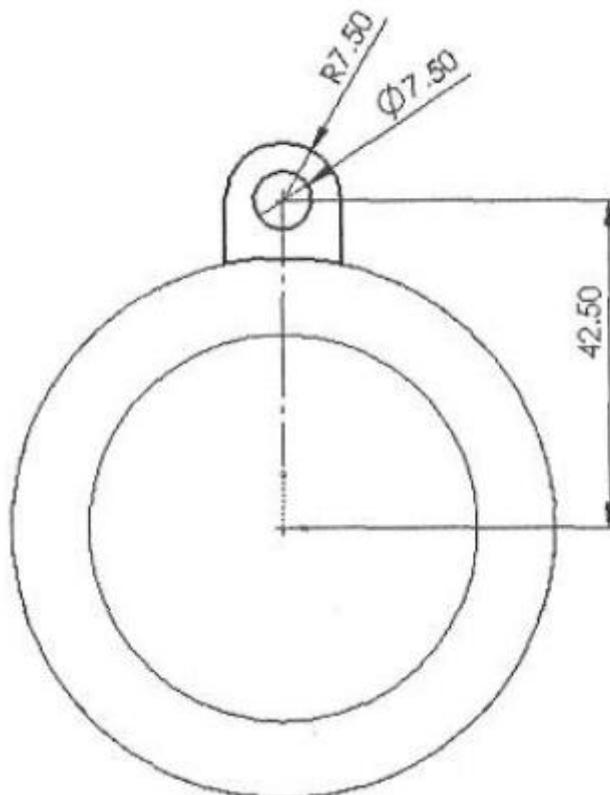

Рис. 4.30. Эскиз третьего элемента
3. Начертите эскиз на плоскости Top (Вид сверху) и вытяните его на заданное расстояние (рис. 4.30).
3. Создайте эскиз третьего элемента и добавьте к нему требуемые связи и размеры, как показано на рис. 4.30.